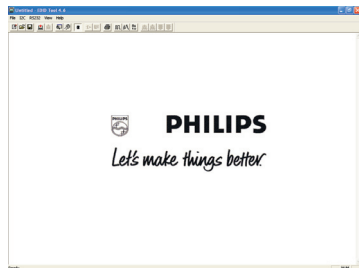
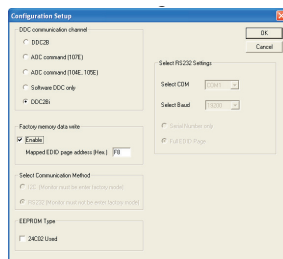

Fig. 11
Fig. 12
1. Clique o ícone na barra de ferramentas (fig. 11) para entrar em "Configuration Setup" como mostra a fig. 12.
2. Selecione DDC2B como o canal de comunicação. (fig. 12)